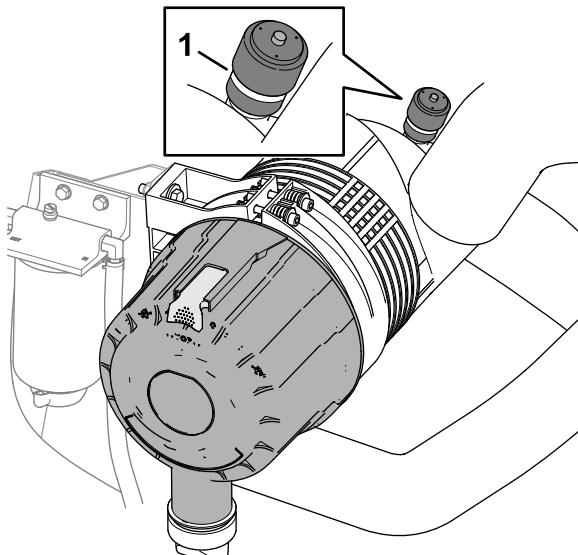

Figura 61
3. Compruebe el indicador de mantenimiento en el extremo de la carcasa del filtro de aire (Figura 61).